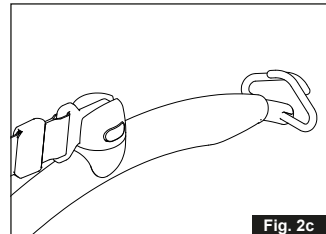

Fig. 2c
2. Lassen Sie die gelbe Taste los. (Abb. 2c)